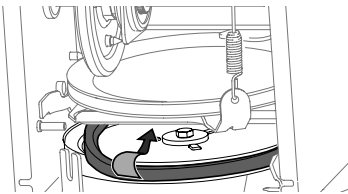

Figure 77
- Enlevez la courroie de la poulie des tarières, puis placez la courroie entre le support et la poulie des tarières. Voir (Figure 77).